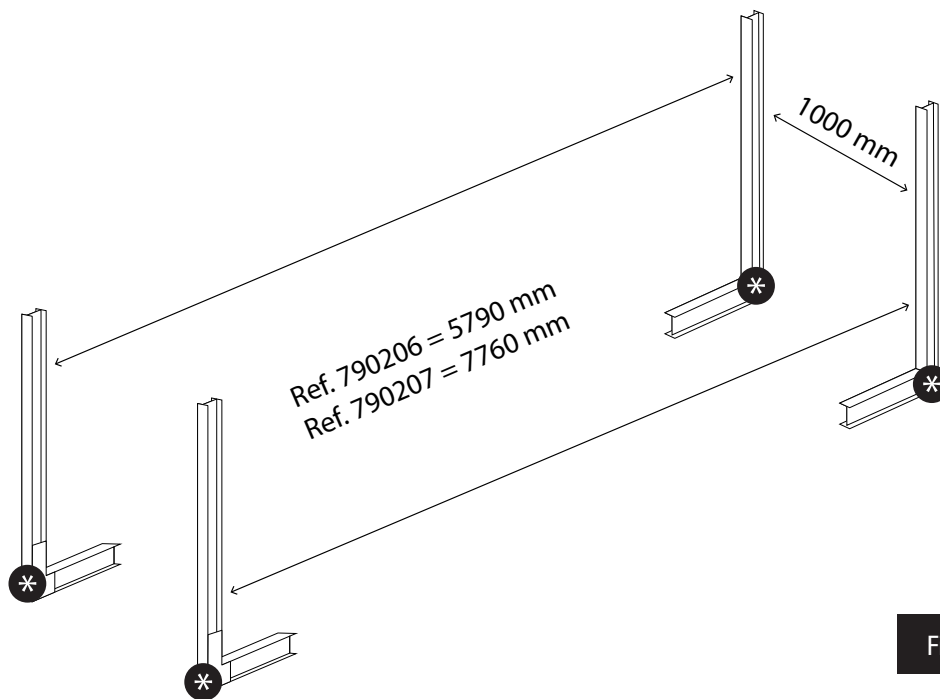

Fig. 3 / Abb. 3 / Afb. 3
- EN** There are no metal clamps provided in long lengths to secure any angles. Therefore, the IPN must be kept at a distance (790206 = 5790mm / 790207 = 7760 mm) (see figure 3). The angles for the small panels are 1000 mm wide.
- FR** Sur les grandes longueurs, il n'y a pas de sangle métallique pour relier les angles. Il faut donc maintenir les IPN à une distance (790206 = 5790mm / 790207 = 7760 mm) (cf figure 3). L'écartement des angles sur les petits pans est de 1000 mm.
- NL** Bij grote lengtes, zijn er geen metalen beugels om de hoeken vast te zetten. Daarom is het nodig om de IPN's op een afstand (790206 = 5790mm / 790207 = 7760 mm) (zie afbeelding 3). De breedte van de hoeken van de kleine panelen is 1000 mm.